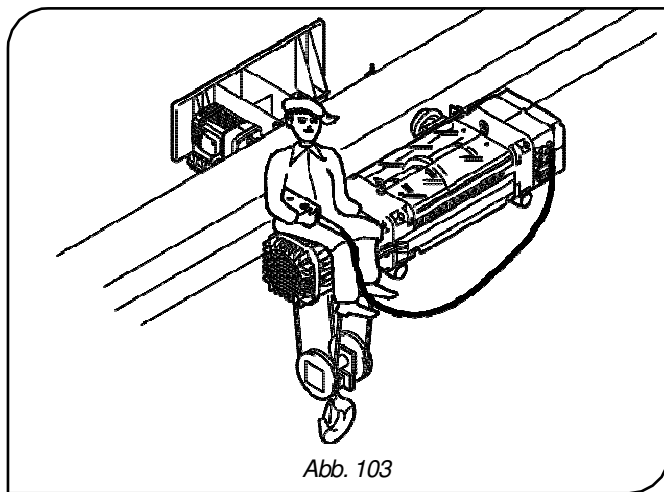

Abb. 103
- **Es ist verboten, E-Zug bzw. Katze zu betätigen, wenn man sich selbst darauf befindet (Abb. 103).**